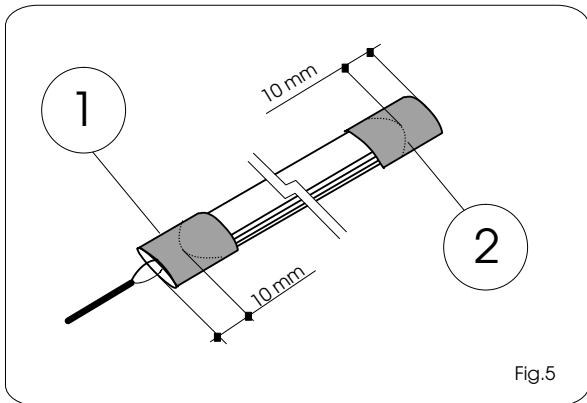

Fig.5
- 6) Posizionare la guaina termoretraibile (Fig.5 rif.1) sulla parte conduttiva preparata, tenendola a 10 mm dalla zona sporgente del terminale. Utilizzando un getto ad aria calda di almeno 150°C, scaldare la guaina accertandosi che termorestringa su tutto il terminale.
- 10) Posizionare la guaina termoretraibile (Fig.5 rif.2) sulla parte conduttiva preparata, tenendola a 10 mm dalla zona sporgente del terminale. Utilizzando un getto ad aria calda di almeno 150°C, scaldare la guaina accertandosi che termorestringa su tutto il terminale.
- 6) Position the heat-shrink sheath (Fig.5 ref.1) on the prepared conductive part, keeping it 10 mm away from the projecting area of the terminal. By mean of an hot air blast (at least 150°C), heat the sheath making sure it heat shrinks over all the material.
- 10) Position the heat-shrink sheath (Fig.5 ref.2) on the prepared conductive part, keeping it 10 mm away from the projecting area of the terminal. By mean of an hot air blast (at least 150°C), heat the sheath making sure it heat shrinks over all the material.
- 6) Placer la gaine thermo-rétrécissante (Fig. 5 - réf.1) sur la partie conductrice préparée, en la tenant à 10 mm de la zone en saillie de la cosse. Utiliser un jet d'air chaud au moins à 150°C, chauffer la gaine tout en s'assurant qu'elle subisse un thermo-rétrécissement sur toute la cosse.
- 10) Placer la gaine thermo-rétrécissante (Fig. 5 - réf. 2) sur la partie conductrice préparée, en la maintenant à 10 mm de la zone en saillie de la cosse. Utiliser un jet d'air chaud au moins à 150°C, chauffer la gaine en s'assurant qu'elle subisse un thermo-rétrécissement sur toute la cosse.
- 6) Den Schrumpfschlauch (Abb. 5 Bez.1) auf der vorbereiteten leitenden Seite mit einem Abstand von 10 mm vom überragenden Bereich des Endstücks positionieren. Mit einer Düse mit Warmluft (mind. 150°C den Mantel erwärmen und sicherstellen, daß die Wärmeschrumpfung auf dem gesamten Endstück erfolgt.
- 10) Der Schrumpfschlauch (Abb. 5 Bez.2) auf der vorbereiteten leitenden Seite mit einem Abstand von 10 mm vom überragenden Bereich des Endstücks positionieren. Mit einer Düse mit Warmluft (mind. 150°C) den Schlauch erwärmen und sicherstellen, daß die Wärmeschrumpfung auf dem gesamten Endstück erfolgt.
- 6) Posicionen la vaina termocontráctil (Fig.5 ref.1) en la parte conductiva preparada, manteniéndola a 10 mm. de la zona sobresaliente del terminal. Por medio de un chorro de agua caliente de 150°C al menos, asegurándose de que la misma se termocontraiga en todo el terminal.
- 10) Posicionen la vaina termocontráctil (Fig.5 ref.2) en la parte conductiva preparada, manteniéndola a 10 mm. de la zona sobresaliente del terminal. Por medio de un chorro de agua caliente de 150°C al menos, asegurándose de que la misma se termocontraiga a lo largo de todo el terminal.